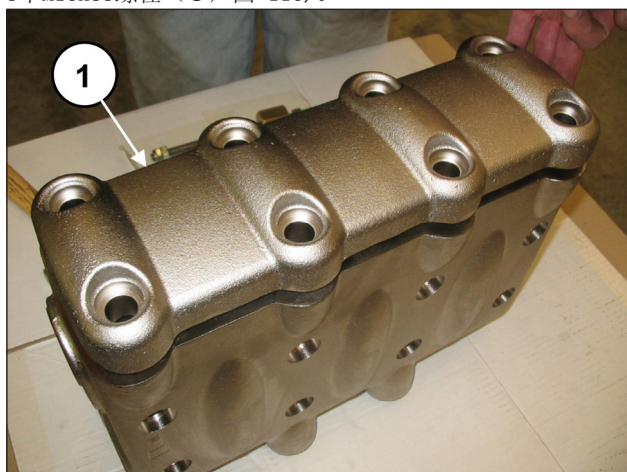
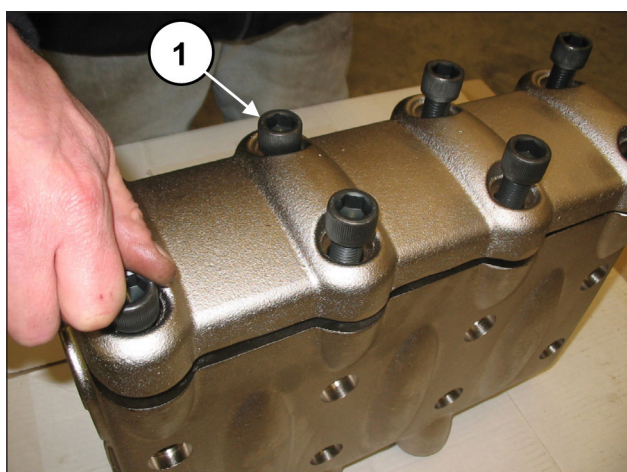

图 115
图 116
将阀塞连同O形圈和抗挤压环插入。阀组和阀塞的安装结束后，盖上阀盖 (①, 图 115) 并拧紧8个M16x55螺栓 (①, 图 116)。